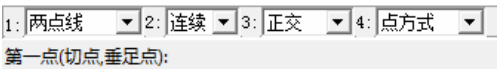

图 4-5 直线立即菜单选项
2) 选择下拉菜单“绘图”→“直线”命令，或者单击“绘图工具”工具栏上的“直线”按钮，设置立即菜单选项为“连续”和“正交”，如图 4-5 所示。